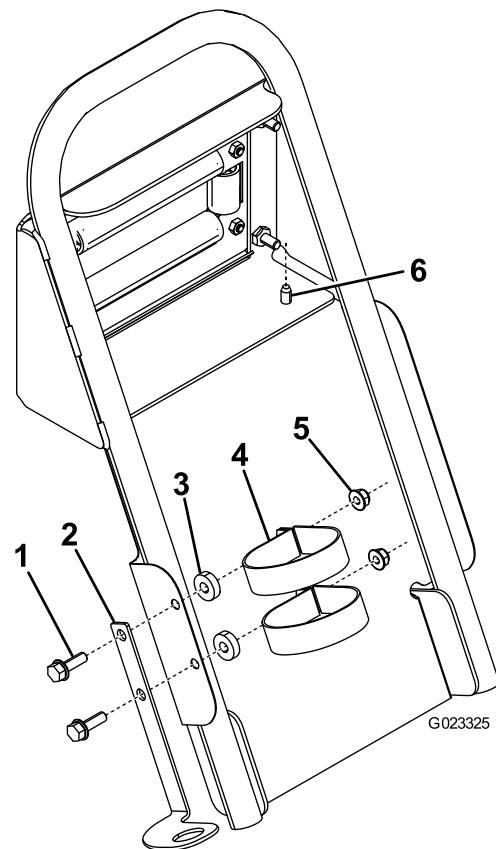

Рисунок 12
7. Прикрепите верхнюю часть грязезащитного щитка к ручке с помощью двух самонарезающих винтов (Рисунок 12).
8. Прикрепите держатель распылительного пистолета к грязезащитному щитку, как показано на Рисунок 12.